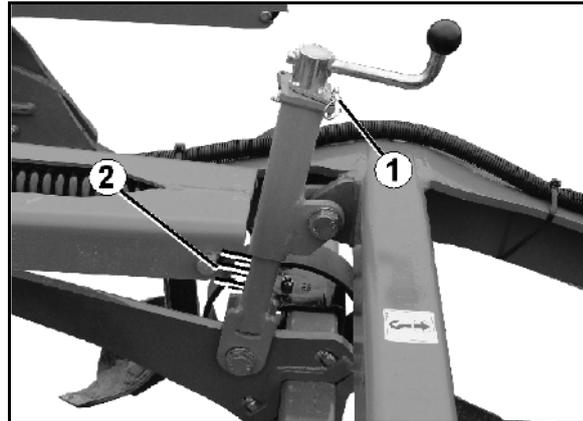

Fig. 42
1. Klapstecker (Fig. 42/1) ziehen.
- Zur Orientierung ist an den Einstelleinheiten eine Skala angebracht (Fig. 42/2).